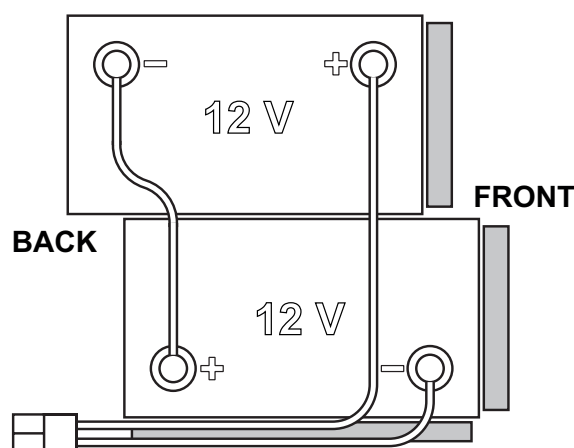

Figure 1
La machine requiert 2 batteries de 12 V, branchées selon le schéma indiqué en Figure 1.
1. Enlever la clé opérateur (41).
2. Débrancher le connecteur (9) des batteries.
3. Ouvrir le couvercle (34) et vérifier si le réservoir de l'eau de récupération (33) est vide. Dans le cas contraire, le vider au moyen du tuyau de vidange (12).
4. Fermer le couvercle (34).
5. Saisir la poignée (16) et soulever le réservoir (33) avec soin.
7. Placer et installer les câbles des batteries comme indiqué dans le schéma de la Figure 1, puis serrer soigneusement l'écrou sur chaque borne de la batterie.
8. Brancher le connecteur des batteries (9).
9. Saisir la poignée (16) et baisser le réservoir (33) avec soin.